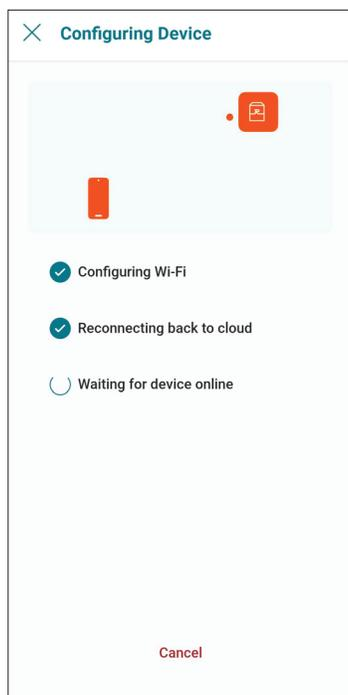

Figure 103. Configuration de l'appareil
9. L'application Raymote fournira les identifiants Wi-Fi à votre appareil. Cette opération peut prendre quelques secondes. Voir Figure 103.